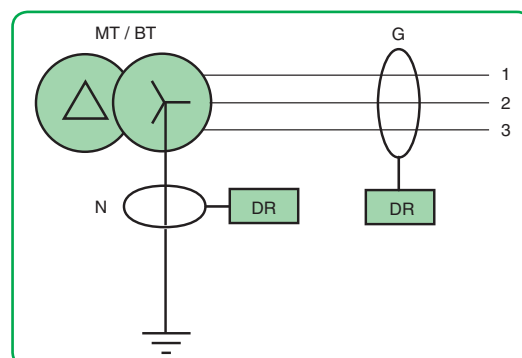

Fig. 3.4. El toro N proporciona la misma información que el toro G.
- La puesta en servicio de un transformador toroidal en cabecera de instalación sobre la conexión a tierra del neutro BT del transformador (**fig. 3.4**). En efecto, según la ley de nudos de Kirchhoff, la corriente diferencial vista por (N) es estrictamente la misma que aquella vista por (G) para un defecto que se produzca en la distribución BT, o